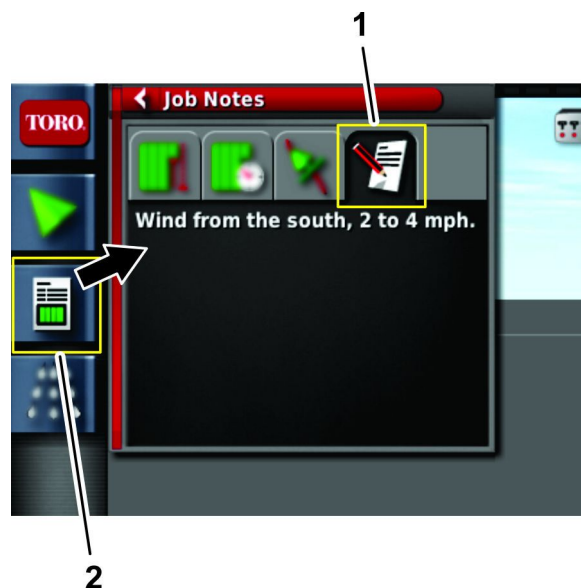

Figura 87
1. Abra o ícone de informações do serviço (Figura 87).
2. Pressione o ícone de anotações do serviço (Figura 87).